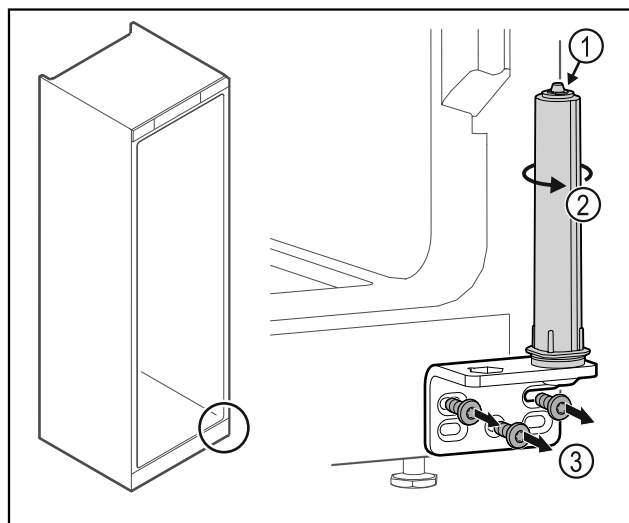

Fig. 51
- ▶ Nu dezasamblați sistemul de închidere al ușii Fig. 51 (1).
- ▶ Rotiți Fig. 51 (2) sistemul de închidere, până când face clic.
- ▶ Deșurubați Fig. 51 (3) colțarul balamalei.